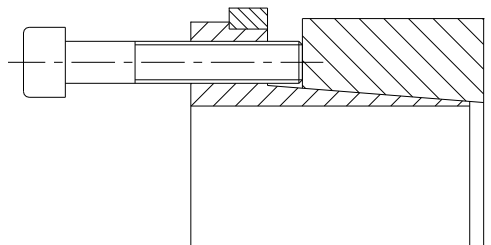

Fig. 7: Fissaggio del kit di serraggio (esempio: CLAMPEX® KTR 201)
- Per agevolare il montaggio, fissare l'anello interno e quello esterno con due viti di bloccaggio tramite la filettatura di estrazione (fig. 7). Applicare poi il kit di serraggio KTR 200 / KTR 201 tra albero e mozzo.